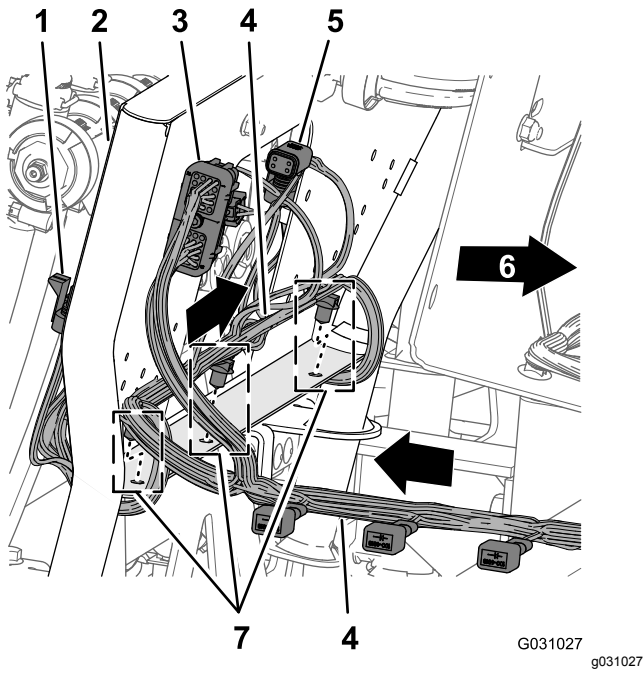

图126
- 让 203cm 线束支管穿过 10 阀阀门安装架的后面喷嘴阀的 10 个接头应位于阀门的后下方图126。
2. 将 203 cm 线束支管的枞树形锚栓插入 10 阀门安装架下方法兰的孔中图126。